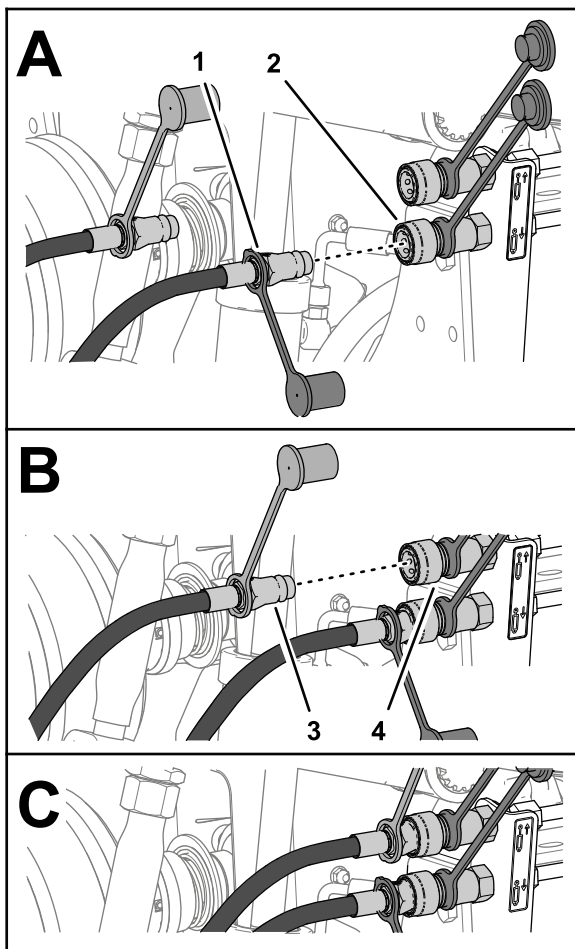

Bild 27
4. Verbinden Sie den Schnelltrennanschluss zum Ausfahren des Zylinders mit dem Schnelltrennanschluss zum Absenken des Heckanbaugeräts (Bild 27)